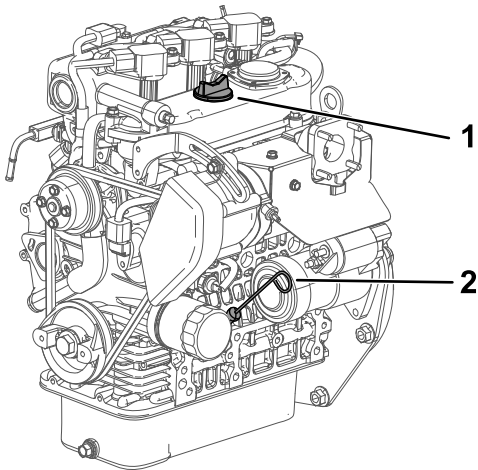

Bild 15
2. Nehmen Sie den Peilstab heraus und wischen Sie ihn mit einem sauberen Lappen ab (Bild 15).
3. Stecken Sie den Peilstab in das Rohr und stellen Sie sicher, dass er vollständig eingeführt ist (Bild 15).
4. Entfernen Sie den Peilstab und prüfen den Ölstand (Bild 15).
5. Nehmen Sie bei einem niedrigen Ölstand die Öleinfüllverschlusskappe (Bild 15) ab und gießen Sie genug Öl ein, bis der Ölstand die Voll-Markierung am Peilstab erreicht.
6. Stecken Sie den Peilstab wieder fest ein (Bild 15).